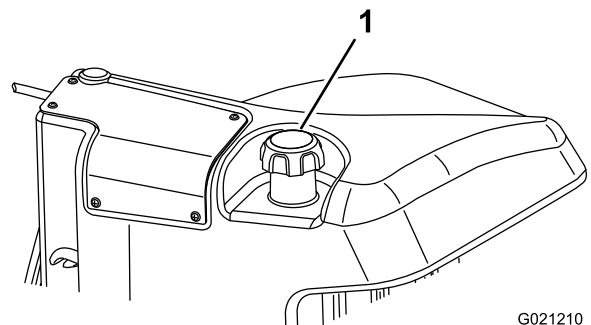

Bild 45
3. Nehmen Sie den Deckel vom Kraftstofftank ab (Bild 45).